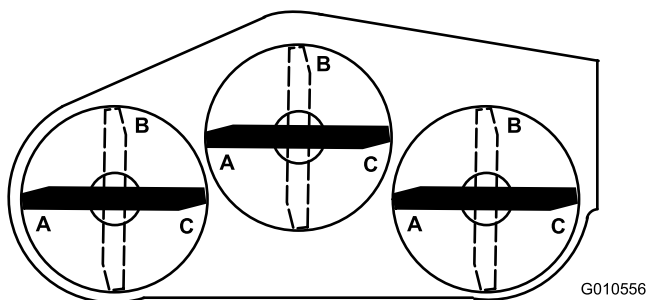
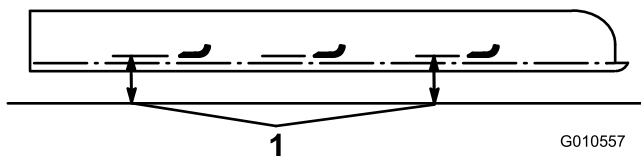

Figura 24
Figura 25
5. Coloque las 3 cuchillas en la posición "A" (Figura 24) y mida desde la superficie nivelada a la parte inferior de la punta de cada cuchilla (Figura 25).
6. Anote la dimensión medida en "A", gire las cuchillas a la posición "B" (Figura 24), mida la distancia entre todas las cuchillas y la superficie plana, y anote las dimensiones (Figura 25).
7. Gire las cuchillas a la posición "C", mida, y anote la distancia (Figura 24 y Figura 25).